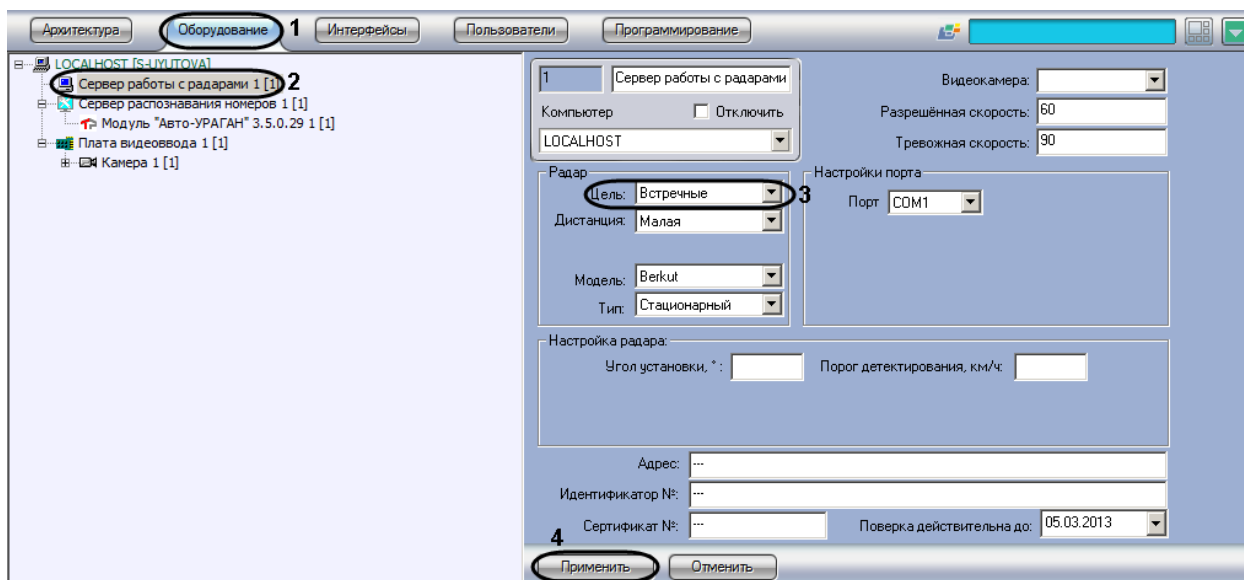

Рис. 7.3—7. Выбор направления движения транспортного средства, относительно устройства «Радар»
2. В дереве объектов на вкладке «Оборудование» выбрать объект «Сервер работы с радаром», соответствующий настраиваемому программному модулю «Радар» (см. Рис. 7.3—7, 2). В правой части вкладки «Оборудование» отобразится панель настройки выбранного объекта.
3. В списке «Цель» выбрать направление движения транспортного средства относительно устройства «Радар» для определения скорости движения (см. Рис. 7.3—7, 3).
4. Нажать кнопку «Применить» (см. Рис. 7.3—7, 4).